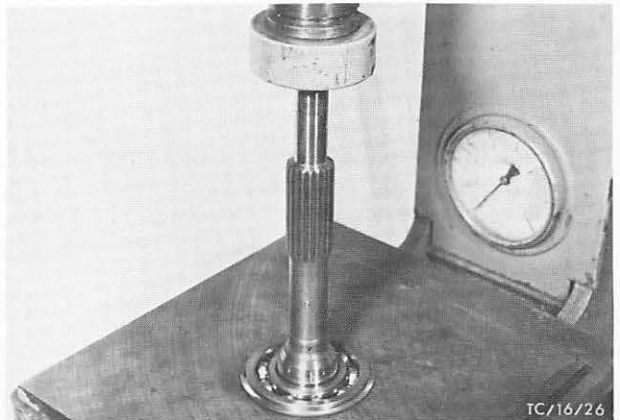

Abb. 104 Kugellager – Antriebswelle abpressen
35. Sicherungsring von der Antriebswelle abbauen und die Kugellager-Antriebswelle abpressen. Abb. 104.